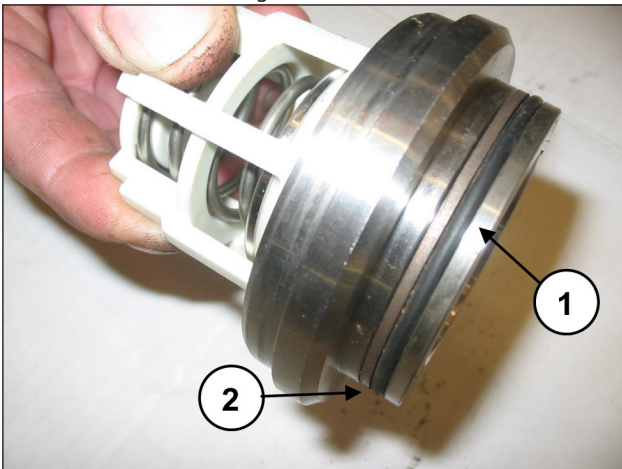

Fig. 123
Monte o O-ring, pos. de explosão nº 6 (pos. ①, Fig. 123) e o anel anti-extrusão, pos. de explosão nº 14 (pos. ②, Fig. 123) na base da válvula de descarga.